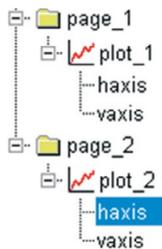

Figura 4.177 – Selecionando eixo *haxis*.
- Clique duas vezes em *plot_2* para que as opções disponíveis se tornem visíveis. Selecione o item *haxis* (Figura 4.177).